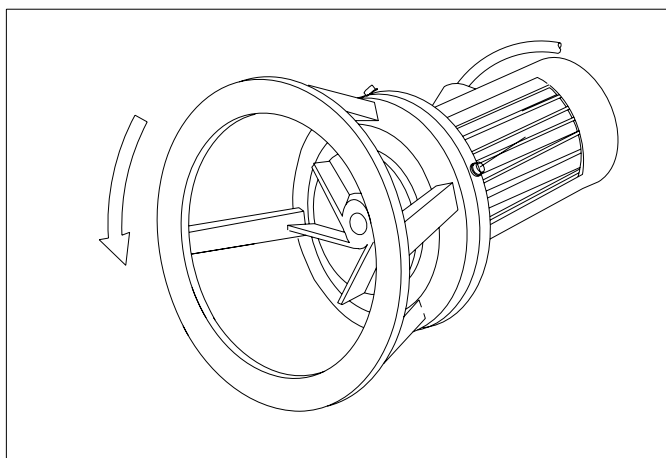

Fig. 5.2
- 1- Leg de mixer horizontaal neer. Start de mixer. De juiste draairichting is, vanaf de standring gezien tegen de wijzers van de klok in (zie fig.5.2).